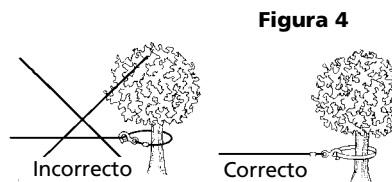

Figura 4
9. **NUNCA ENGANCHE EL CABLE DE ALAMBRE SOBRE SÍ MISMO** porque podría dañar el cable de alambre. Use una eslinga de nilón (Figura 4).